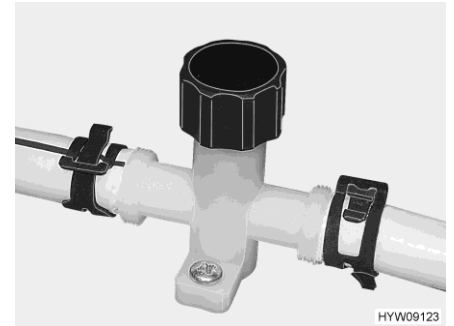

Fig. 121 Llave de desagüe (tubería de agua)
- Cerrar las llaves de desagüe. Para ello, girar el capuchón de la llave de desagüe (Fig. 121) en sentido de las agujas del reloj.